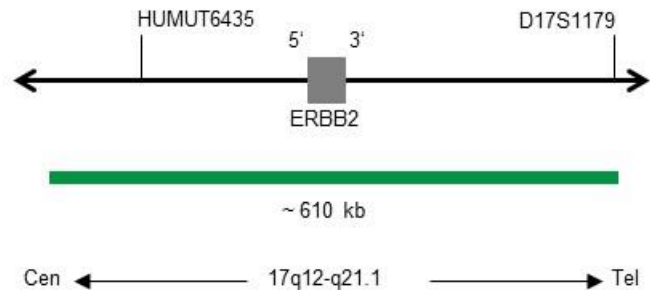

Fig. 1: Mappa della sonda SPEC ERBB2 (non in scala)
- Polinucleotidi (~10.0 ng/μl) marcati con fluorocromo ZyGreen (eccitazione 503 nm/emissione 528), le cui sequenze target mappano in 17q12-q21.1\* (chr17:37,572,531-38,181,308) in cui è localizzato il gene ERBB2 (vedere Fig. 1).